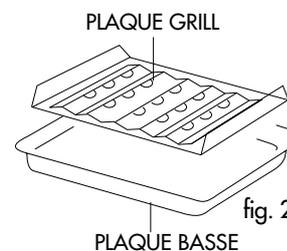

fig. 2
- Placer les aliments sur la grille-barbecue et la plaque comme indiqué sur la fig. 2. Positionner la grille de façon à laisser environ 5cm d'espace libre entre la préparation et la résistance supérieure; de 7,5 à 10cm (3-4 inch) pour les aliments de grande dimension, comme par ex. les poulets.